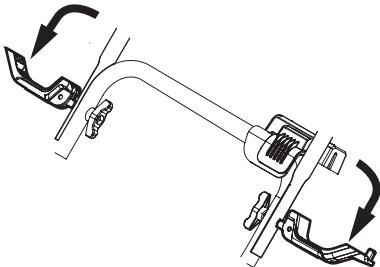

Figura 16
2. Dé vuelta las dos palancas del asa hacia abajo hasta la posición **Unlocked** (destrabada) (Figura 16).